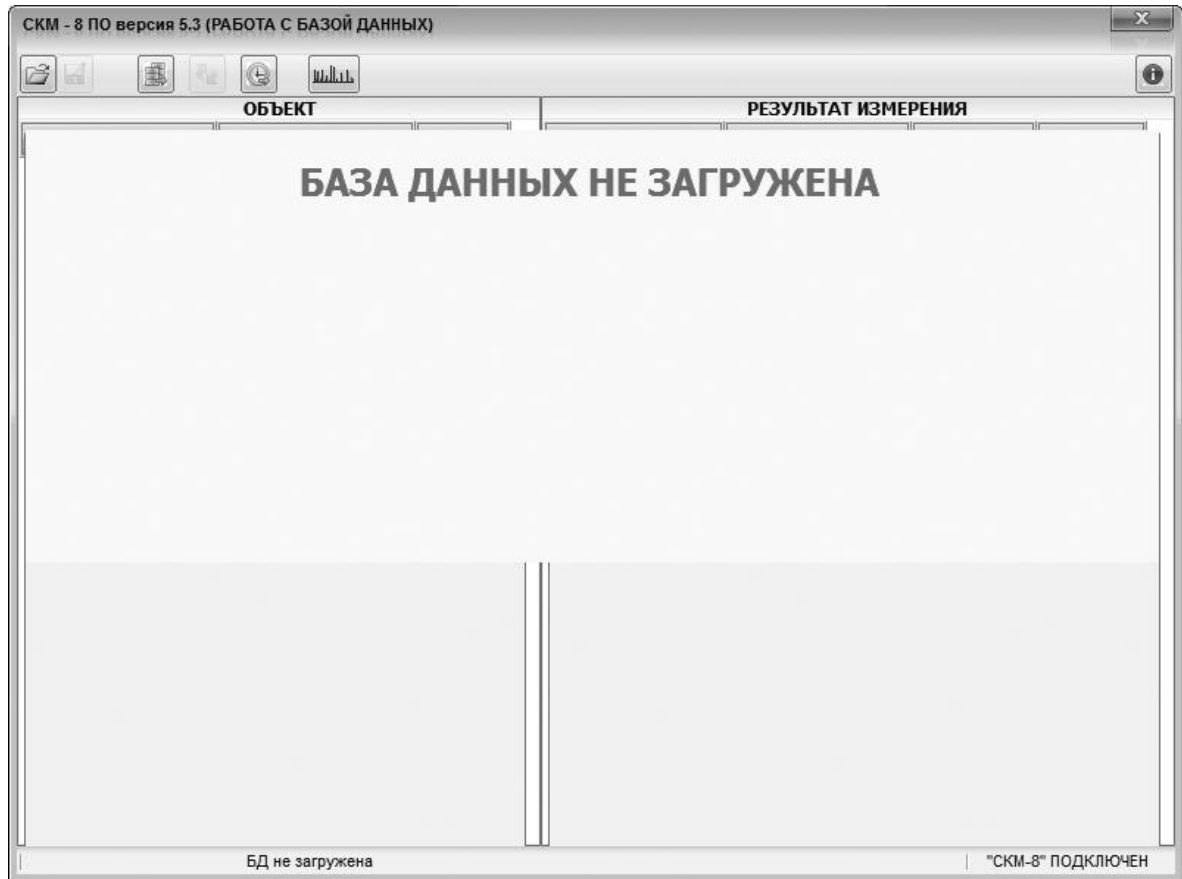

Рисунок 3 – Главная экранная форма программного обеспечения «СКМ-8 ПО»
9.2.2 При запуске программного обеспечения «СКМ-8 ПО» на мониторе управляющей ПЭВМ отображается главная экранная форма с сообщением «БАЗА ДАННЫХ НЕ ЗАГРУЖЕНА» (рис.3).